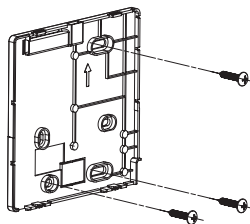

Figura 3
2. Utilice tres tornillos M4X20 para montar la tapa trasera en la pared. (Figura 3)